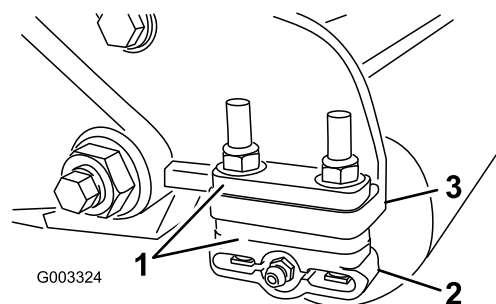

Bild 15
1. Legen Sie die benötigte Anzahl von Distanzstücken unter den Montageflansch der Seitenplatte (Bild 15), um die Halterungen der Heckrolle (Bild 15) auf die gewünschte Schnitthöhe einzustellen, siehe Schnitthöhentabelle.